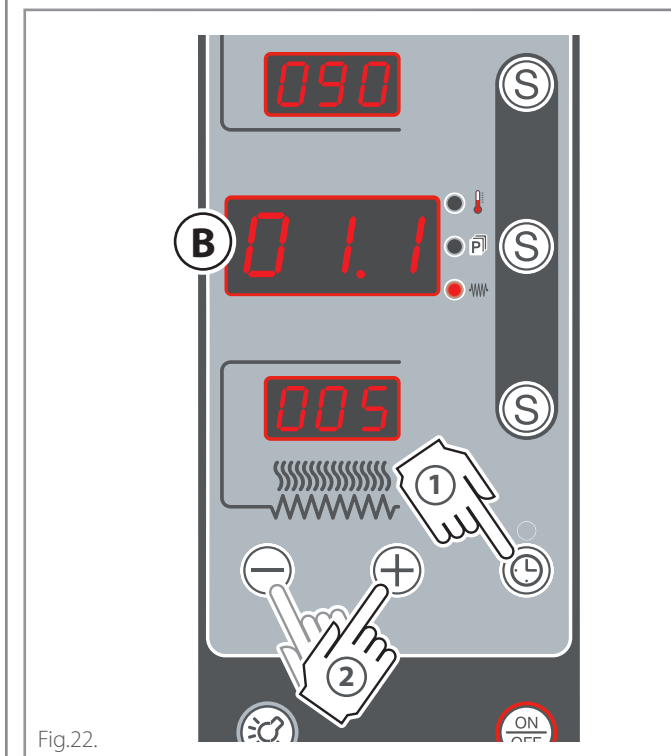

Fig.22.
► Fig.22.
- 2 programmez le temps souhaitez à l'aide des touches « + » ou « - ». La page-écran (B) indiquera après combien de temps le signal sonore se déclenchera (ex.01.1 c'est à dire 1 minute et dix secondes).